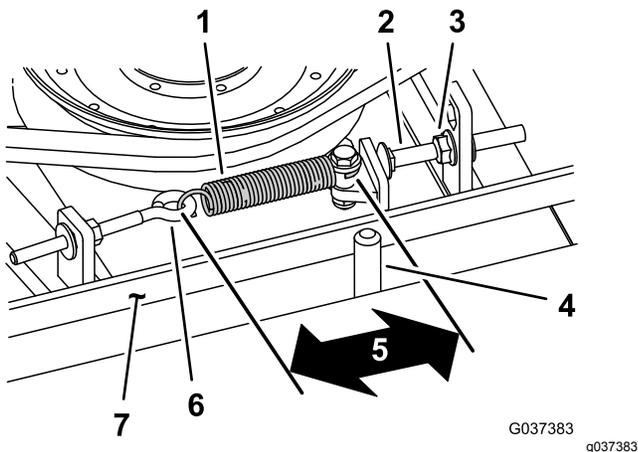

Bild 77
Bei richtiger Spannung sollte die Messung innen an der Verlängerungsfeder (Haken zu Haken) ungefähr $8,3 \text{ cm} \pm 9,5 \text{ cm}$ betragen. Wenn die Federspannung richtig ist, stellen Sie die Anschlagsschraube (Schlossschraube) ein, bis der Abstand zwischen dem Schraubenkopf und dem Spannarm ungefähr 2-55 mm beträgt (Bild 77).
Hinweis: Achten Sie darauf, dass der Riemen auf der Federseite der Riemenführung positioniert ist (Bild 77).
2. Lösen Sie den Augenbolzen, um die Verlängerungsfeder abzunehmen (Bild 77).
3. Lösen Sie die Bundmutter, mit der die Anschlagsschraube an der Befestigungsnase befestigt ist, und schieben Sie die Spannscheibe vom Riemen weg, um die Riemen Spannung zu lösen (Bild 77).
9. Setzen Sie die Verlängerungsfeder (Bild 77) wieder in den Augenbolzen ein und spannen Sie den Riemen wie folgt: